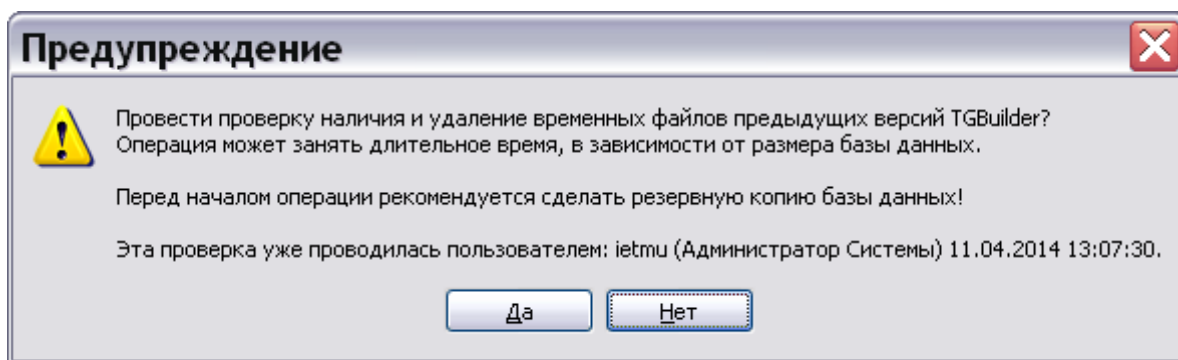

Рисунок 93
4) Нажмите на кнопку **Выбрать**. После этого появится запрос на подтверждение проведения операции (рисунок 93).